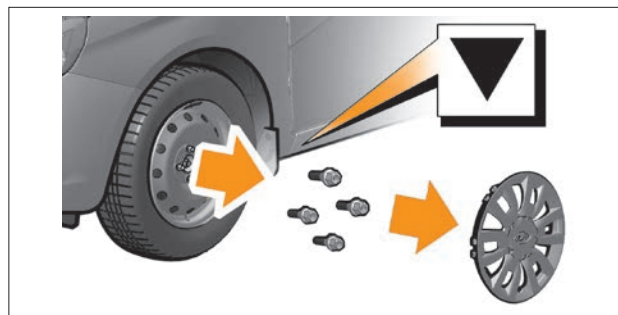

Рис. 3. Колесо автомобиля с колпаком и метка для установки домкрата (в варианном исполнении)
Рис. 3а. Расположение предохранителей и реле в монтажном блоке салона (в варианном исполнении)
4. Снимите колпак колеса (рис. 3) (**в варианном исполнении**).
Места установки домкрата обозначены специальными метками (см. рис. 3) на порогах. Расстояние до меток показано на рисунке 4.